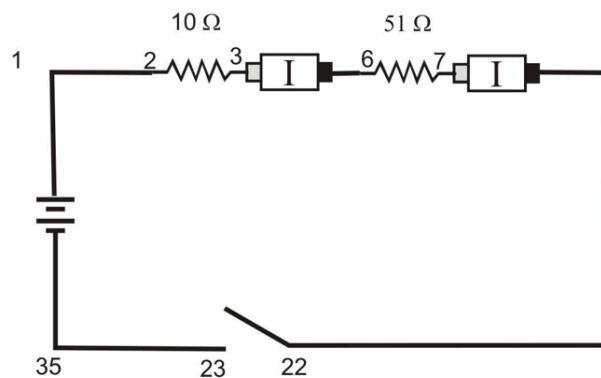

Abbildung 4
21. Verkabeln Sie die Reihenschaltung aus 10Ω - und 51Ω -Widerstand wie in Abbildung 4 zu sehen. Die Stromsensoren messen den Strom, der in die und aus den beiden Widerständen fließt. Der rote Anschluss beider Stromsensoren sollte in Richtung des +Anschlusses der Spannungsversorgung liegen.